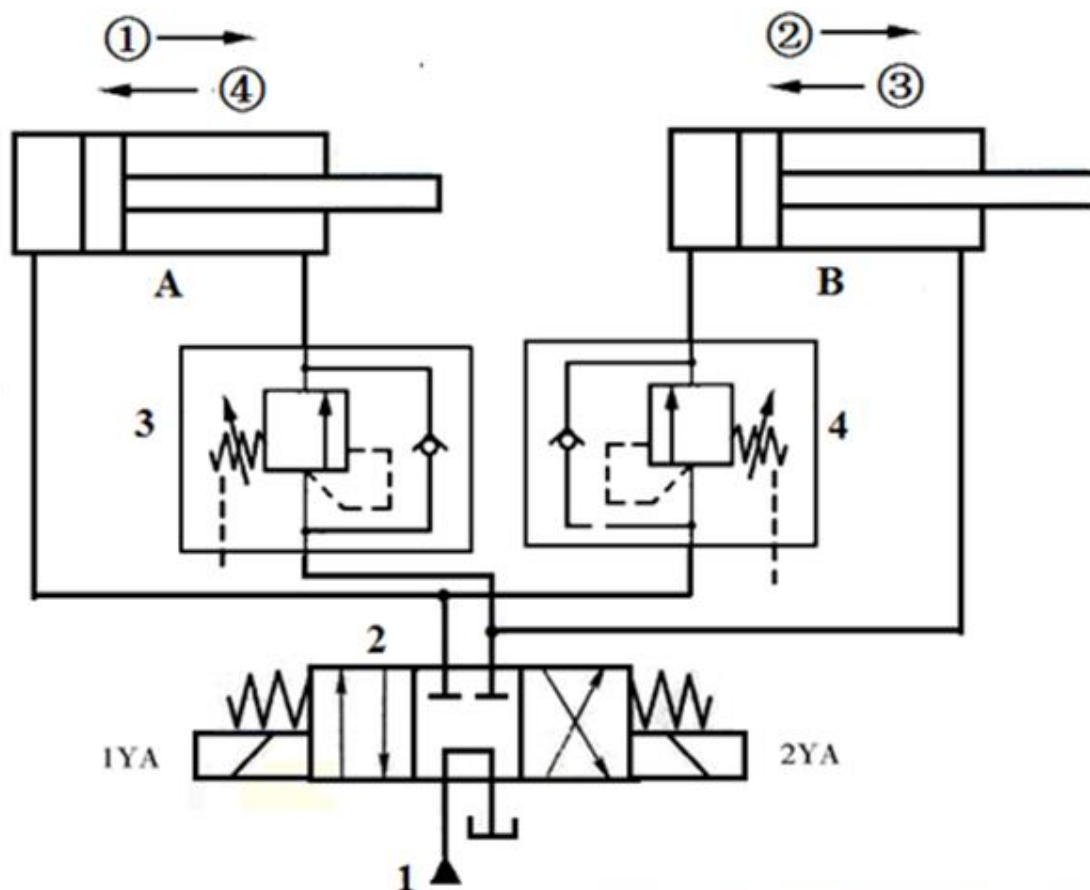

图 6-38 顺序阀控制的顺序回路
**顺序阀：** 利用顺序阀的开启压力控制动作顺序（图 6-38 解析）。